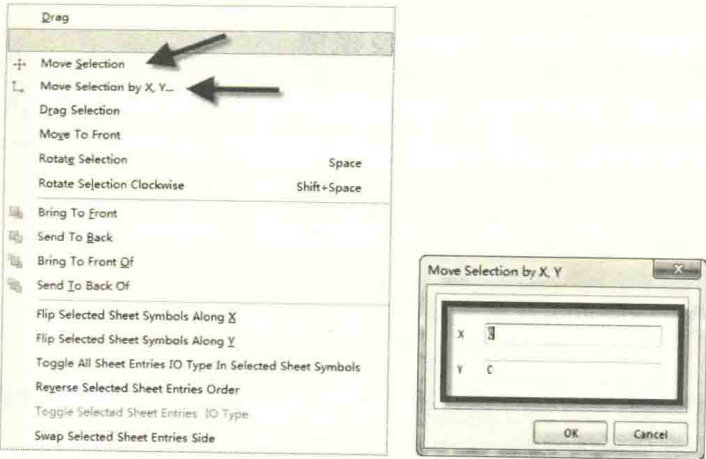

图 4-24 元件的移动
- (1) 移动鼠标指针到元件上面，按下鼠标左键不动，直接拖动。
- (2) 单击选中元件，执行按键命令“M”，选择“Move Selection”，单击鼠标左键进行移动。选择“Move Selection by X, Y...”，可以在 X、Y 轴上进行精准的移动，如图 4-24 所示。其他常用的移动命令释义如下。